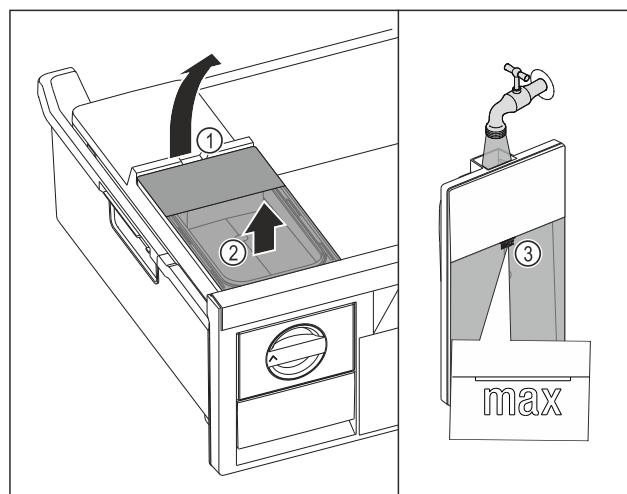

Fig. 100
- Поднимите бак для воды за выемку Fig. 100 (1).
- Извлеките бак для воды движением вверх. Fig. 100 (2)
- Наполните бак для воды питьевой водой до отметки Fig. 100 (3).